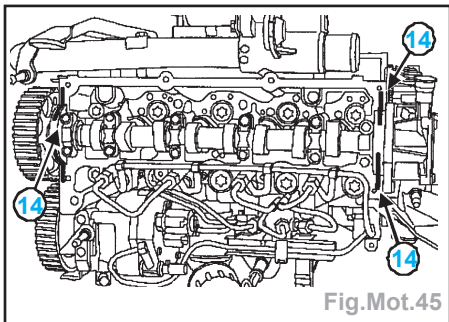

Fig.Mot.45
- Placer des cordons (14) de **SILICONE 77 11 219 706** d'un diamètre de **2 mm** (Fig.Mot.45).